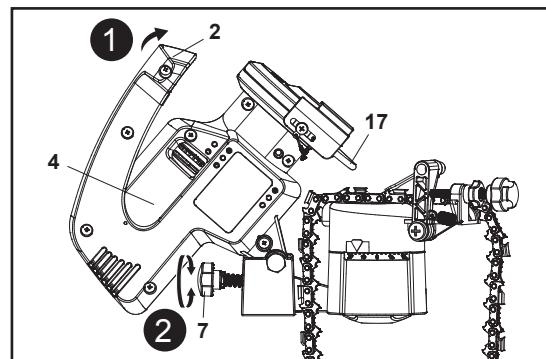

Fig. 7
1. Gire el alojamiento del motor (4) con la empuñadura de funcionamiento (2) para comprobar la profundidad a la que puede introducirse el disco de afilado (17) en la cadena de sierra (Fig. 7, paso 1).
2. Gire el tornillo de control de profundidad (7) a la derecha o a la izquierda para ajustar la profundidad de afilado (Fig. 7, paso 2). Colóquelo de forma que el disco de afilado (17) solo pueda penetrar lo que sea absolutamente necesario para afilar el borde de corte. Tenga mucho cuidado de no tocar los eslabones de la cadena con la muela de afilar.